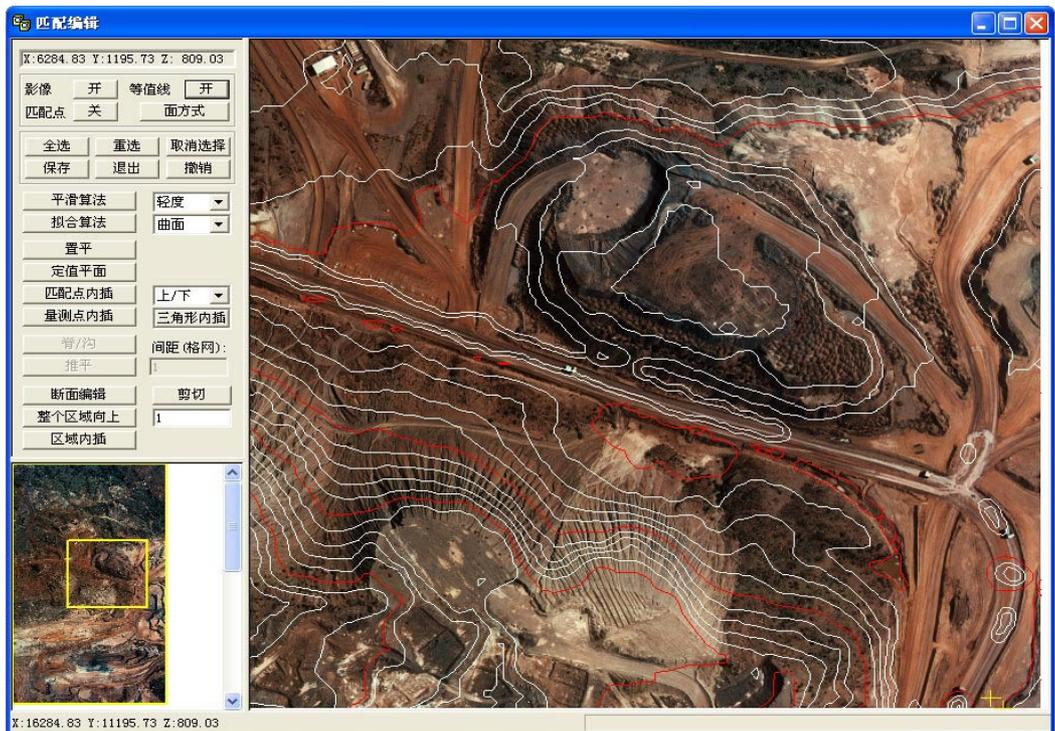

图 3-4 立体匹配结果编辑界面
7. **匹配与匹配编辑** 生成核线影像以后，点击主界面菜单 **处理** → **影像匹配**，系统将自动完成影像的匹配。匹配后，点击主界面菜单 **处理** → **匹配结果的编辑**，进入匹配结果编辑界面(图 3-4)。